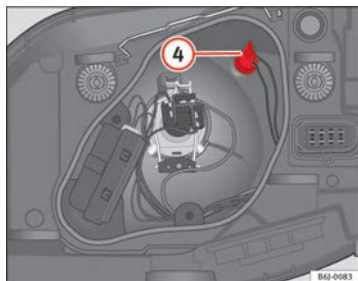

Fig. 150 Feux de position
- Retirez la douille d'ampoule ④ ⇒ fig. 150 vers l'extérieur.